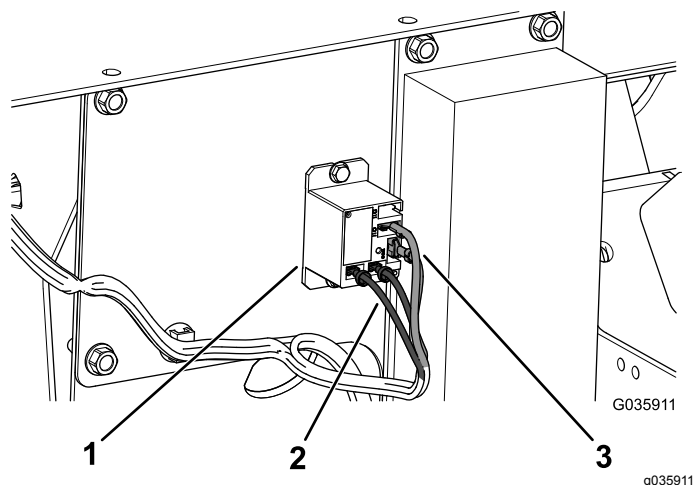

Figure 7
- Connectez les fils de la bobine de relais (noir à rayure blanche et orange) aux petites bornes à la base du relais (Figure 7).
- Connectez les fils de contact du relais (vert et bleu) aux grandes bornes (Figure 7).